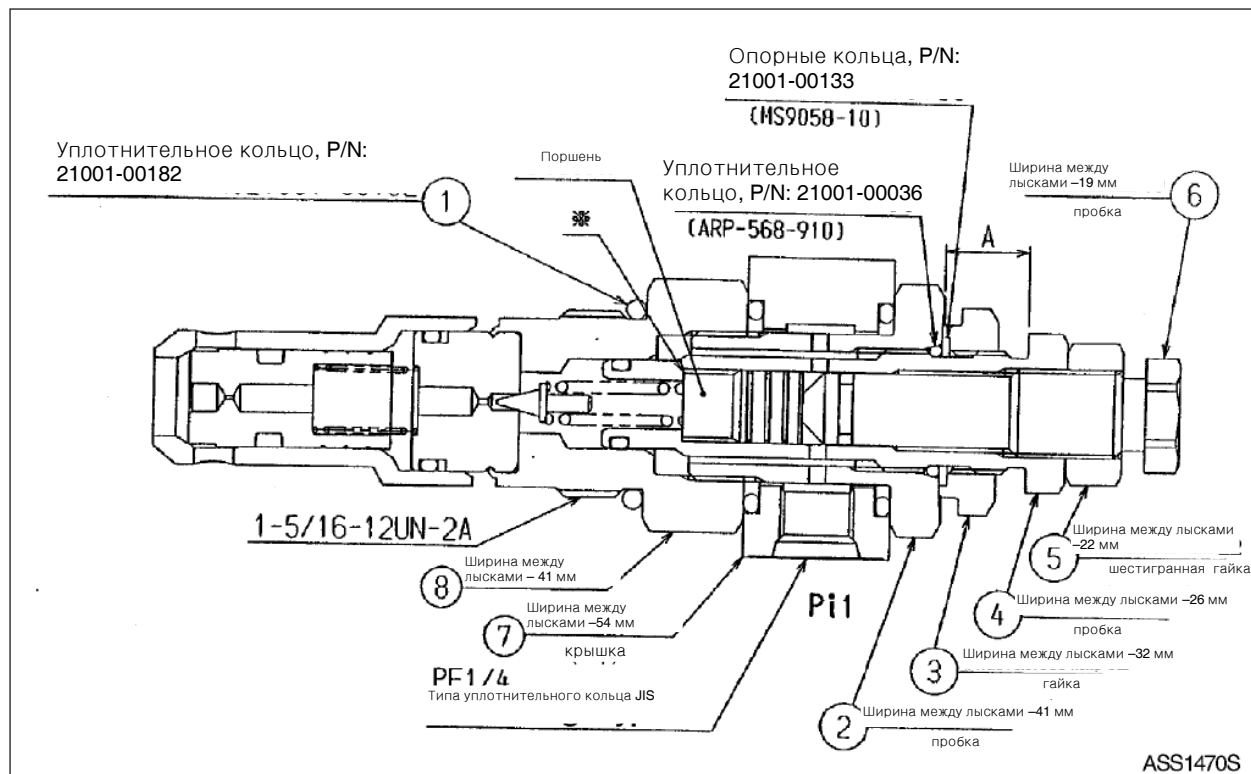

Рис. 52. (С/Н 1001 - 1050) (S470LC-V)
1. Данный предохранительный клапан должен заменяться как узел. При его замене ослабьте крышку (8, ширина между лысками – 41 мм) и уплотнительное кольцо (1, рис. 52). Если из под гайки (3) течет масло, отвинтите эту гайку и пробку (4) и замените уплотнительное кольцо и опорное кольцо.